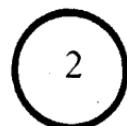

图 1-7 详图
④详图的标志，用圆圈表示，圆圈用粗实线绘制，直径 14 毫米。如图 1-7 所示，表示第 2 号详图（依次编号）。